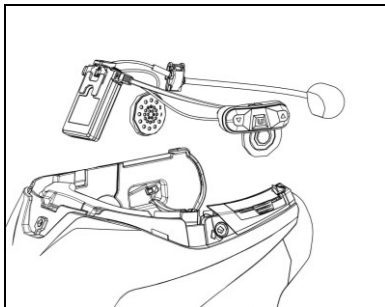

Fig. 7
- Inserire il sistema nell'apposita sede sul retro del casco, spingendolo fino in fondo alla scanalatura (Fig. 7).